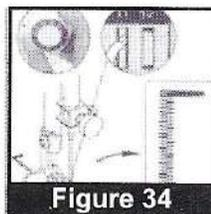

Figure 34
3. Seleccione #11 en la perilla de pauta de puntada. ENCIENDA el interruptor. Cosa varias caja de puntadas que alcanza la longitud deseada del ojal. Asegúrese de que cose en una línea recta. APAGUE interruptor. (Figure 34)